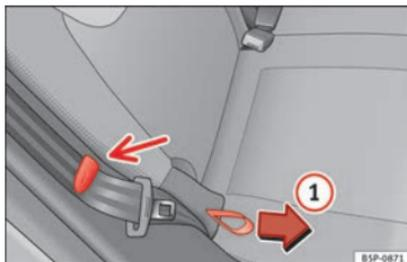

Fig. 81 Abatir el respaldo de los asientos posteriores.
– Tire del lazo situado en el lateral del asiento » **fig. 81** ①.
Al abatir y levantar el respaldo, asegúrese de colocar los cinturones de seguridad laterales en la pinza del revestimiento » **fig. 81** para evitar que resulten dañados al quedar aprisionados en el cierre del respaldo.